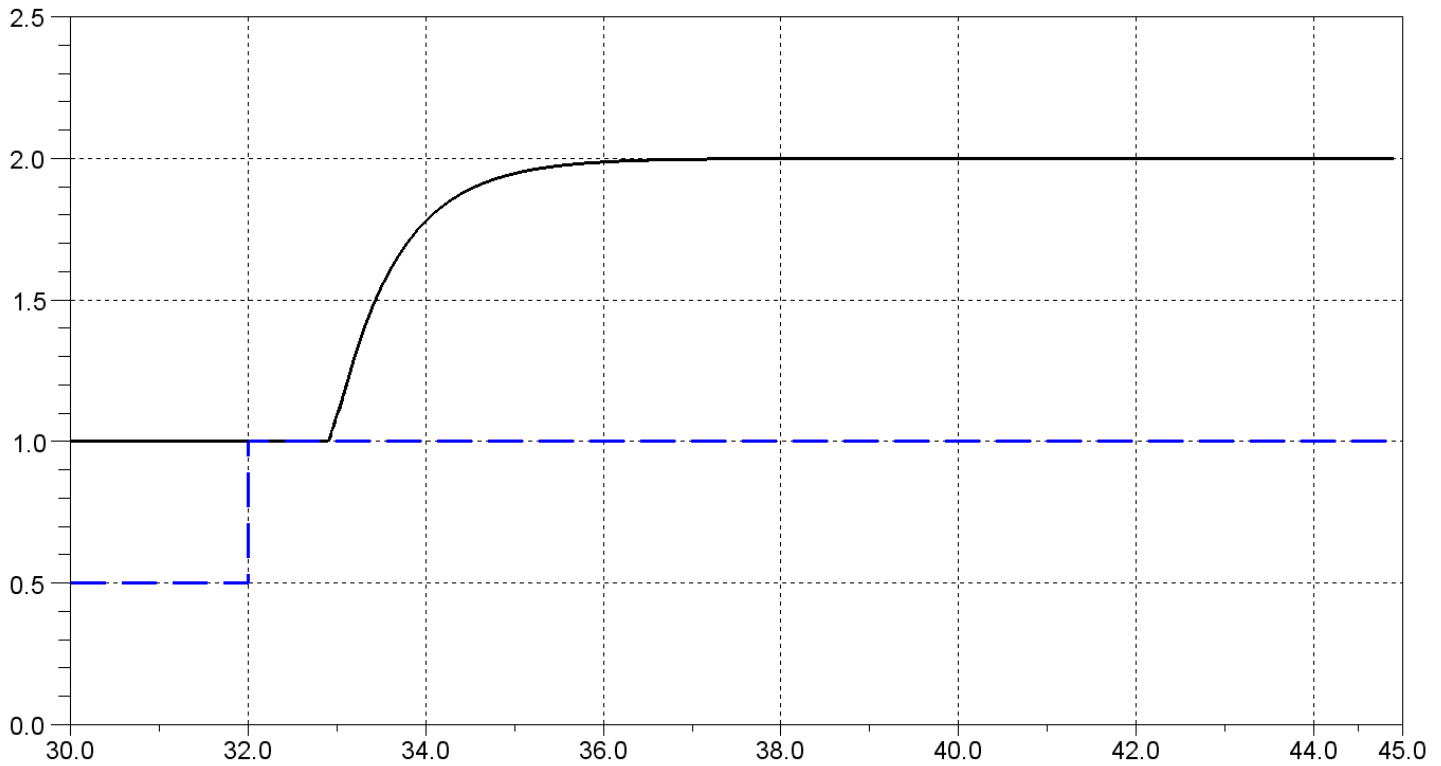

FIGURE 5 – Trait pointillé : signal appliqué en entrée du système ; trait continu : réponse mesurée / *dash line :input signal ; solid line : output signal*
On cherche ici à réaliser l'identification d'un système linéaire continu. On ne dispose d'aucune description *a priori* des phénomènes physiques en jeu. On a réalisé une première expérimentation correspondant à l'acquisition de la réponse indicielle du système. Le résultat de celle-ci est représentée sur la figure 5.
*The goal is to identify a linear continuous system. We have no knowledge of physical phenomena implied in the system. In figure 5, a step response of the system is depicted.*